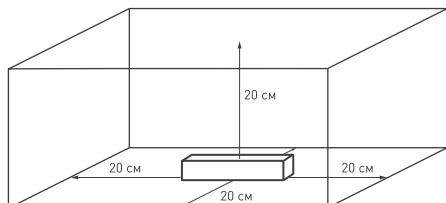

Рисунок 1.
4.3. Для естественной вентиляции обеспечьте не менее 20 см свободного пространства вокруг источника питания, как изображено на Рис. 1. При невозможности обеспечить свободное пространство используйте принудительную вентиляцию.